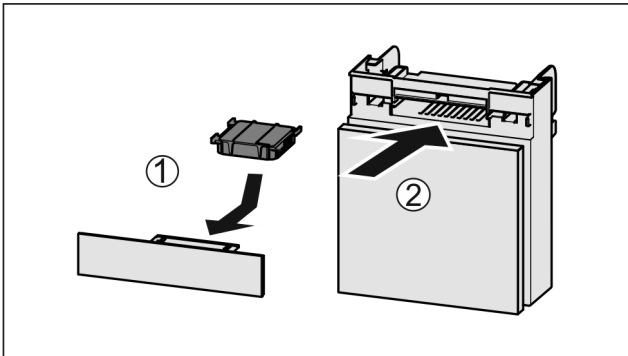

Fig. 67
- ▶ Wkładać Fig. 67 (1) filtr z węglem aktywowanym zgodnie z ilustracją.
- ▶ Wsunąć komorę Fig. 67 (2).